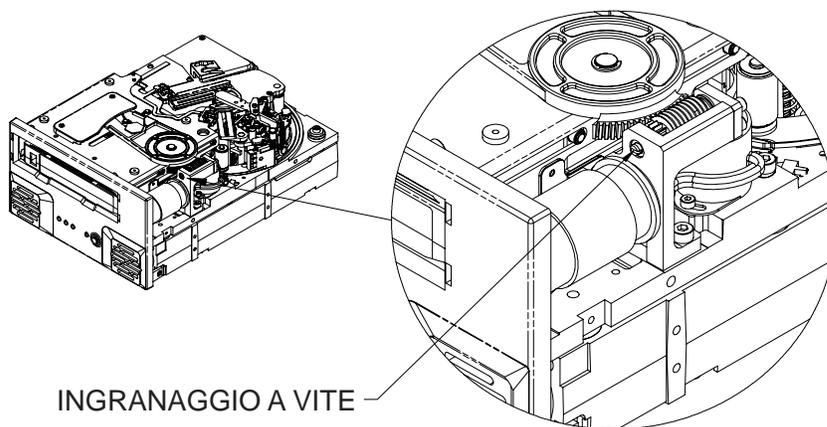

Figura 22. Diagramma del Viper 200 con ingranaggio a vite
13. Col cacciavite a lama piatta girare l'ingranaggio a vite in senso antiorario (verso sinistra). Nella Figura 22 si vede la posizione dell'ingranaggio a vite. In questo modo la cartuccia si solleverà lentamente scivolando in parte fuori dal drive.